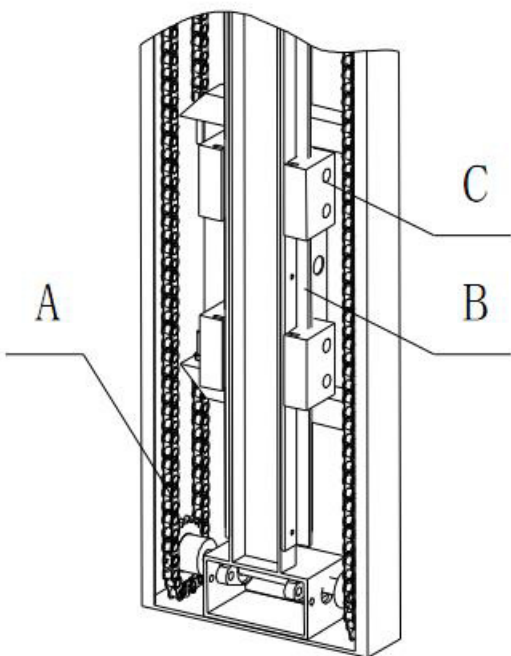

Рис. 5-1
1.1 Откройте крышку двигателя, осторожно смажьте звездочку цепной передачи А и цепной привод смазкой (Рис. 5-1) (рекомендуется проводить смазку каждые три месяца).
1.2 Смажьте направляющую подъемного устройства В (отрезок хода скользяна С) смазкой (Рис. 5-1) (рекомендуется проводить смазку каждый месяц)